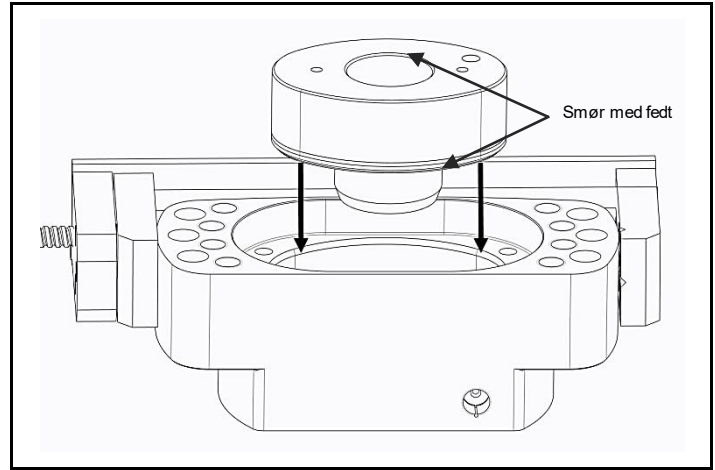

Fig. 4.9 Smør med fedt, og monter stempel
- Når stempelsamlingen føres ind i kroppen, skal man passe på ikke at beskadige nogen af de interne overflader. (Fig. 4.9)